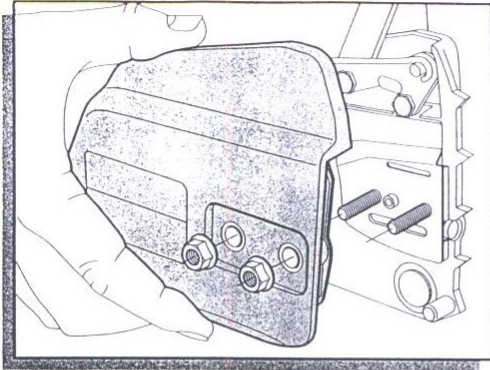

fig. 1
- Løs møtrikken og afmonter skærmen over koblingen (fig.1). Brug handsker til alle følgende samleinstruktioner.